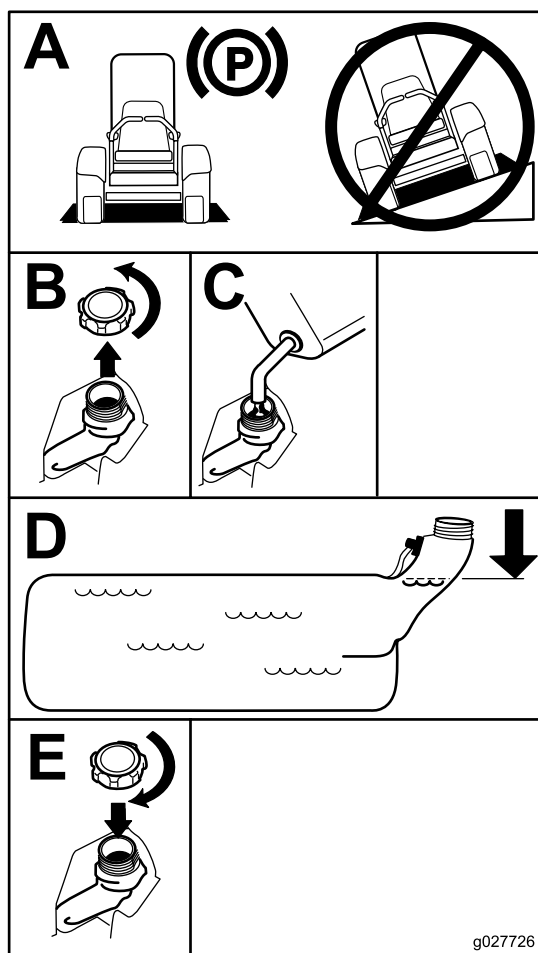

Figura 7
4. Encha o depósito até ao fundo do tubo de enchimento (Figura 7).